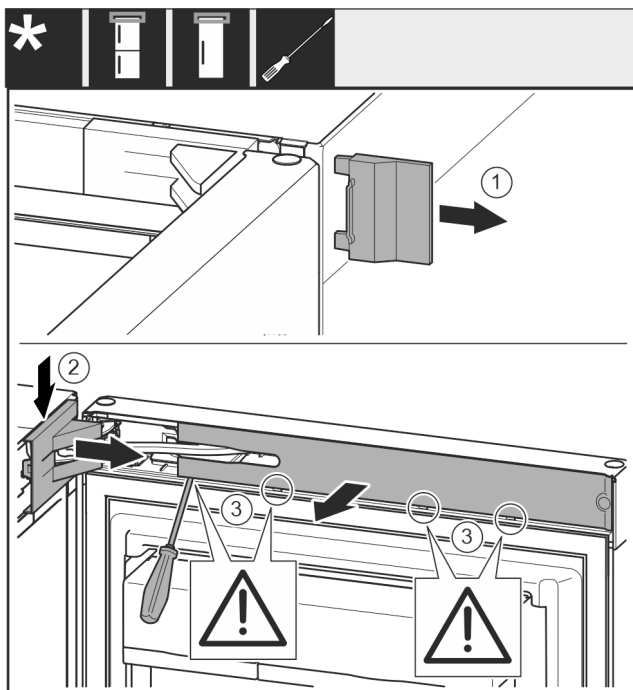

Fig. 8
► Odoberte vonkajší kryt. Fig. 8 (1)
► Odistite a uvoľnite kryt ložiskovej konzoly. Odoberte kryt ložiskovej konzoly. Fig. 8 (2)
► Kryt odistite plochým skrutkovačom a vyklopte nabok. Fig. 8 (3)